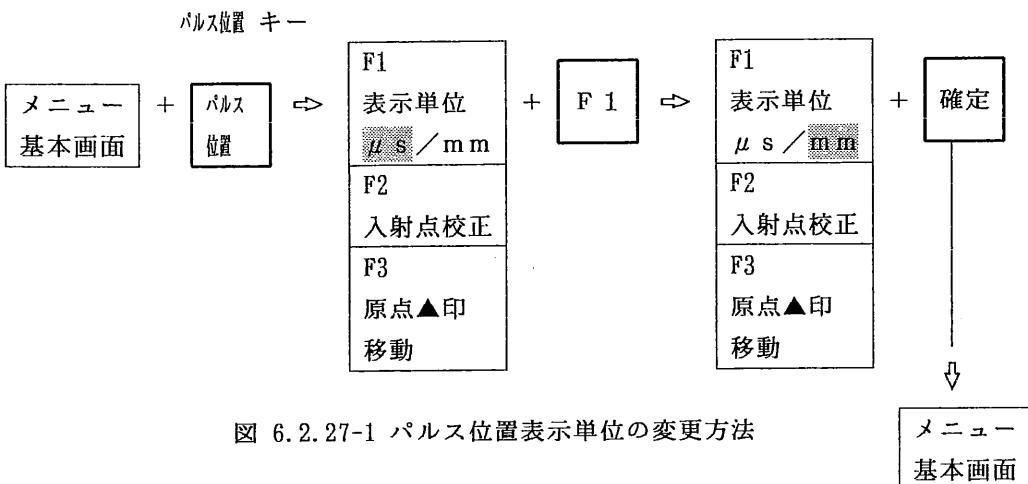

図 6.2.27-1 パルス位置表示単位の変更方法
- ① 機能キー【パルス位置】を1回押して図6.2.27-1のようにメニューエリアにパルス位置選択メニューを表示させます。
- ② 続いて、選択キー【F1】を1回押します。カーソルは【 μs 】から【mm】に移動します。
- ③ もし、パルス位置を【mm】単位で表示したい場合は選択キー【F1】又は取消キーを1回押して下さい。
- ④ この後、確定キーを押して下さい。メニューエリアにメニュー基本画面が戻ります。